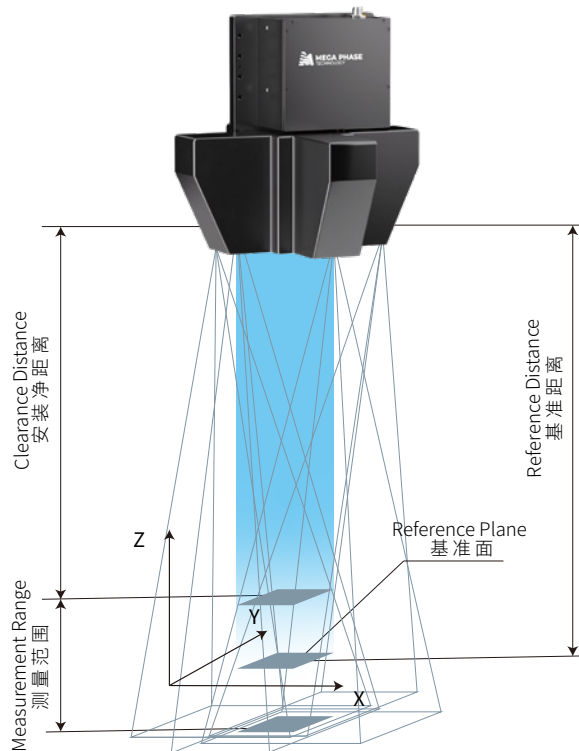

图2.2 被测面与相机0平面放置示意图
- 应最大程度保证物体被测面置于相机0平面附近,如图2.2;